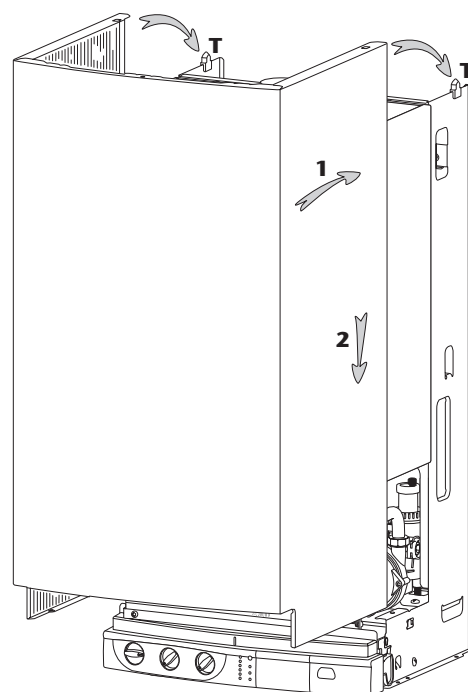

Fig. 20
- présenter l'habillage (fig. 20)